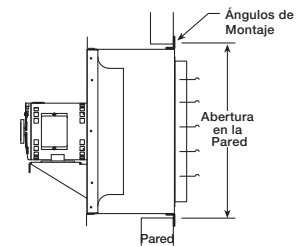
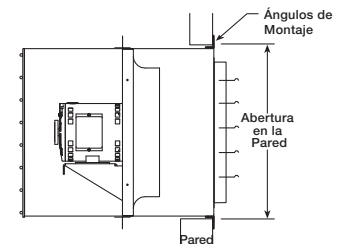
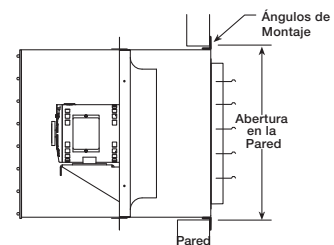

Figura 3 — Instalación de Collar de Pared
Figura 4 — Instalación de Collar de Pared y Protector
Figura 5 — Instalación de Carcasa de Pared
1. Mueva el ventilador a la ubicación deseada y determine el método con el que se montará como se muestra en las Figuras 2, 3, 4 y 5. El collar de pared opcional (Figura 3), el collar y protección de pared (Figura 4) o la carcasa de pared (Figura 5) proporcionan un medio cómodo de montar ventiladores de pared lateral.